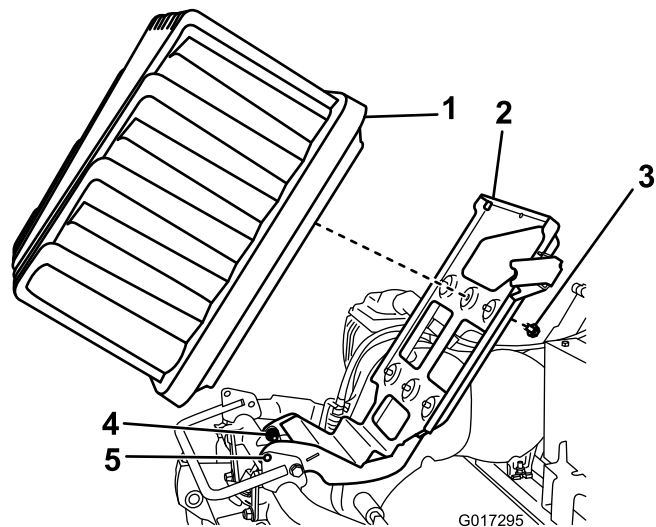

図9
6. バッテリープラットフォームを上昇させて、ベースとフレームのロック穴をそろえる図9。
5. ピボットボルトとナット2組それぞれを半回転ずつゆるめる図9。